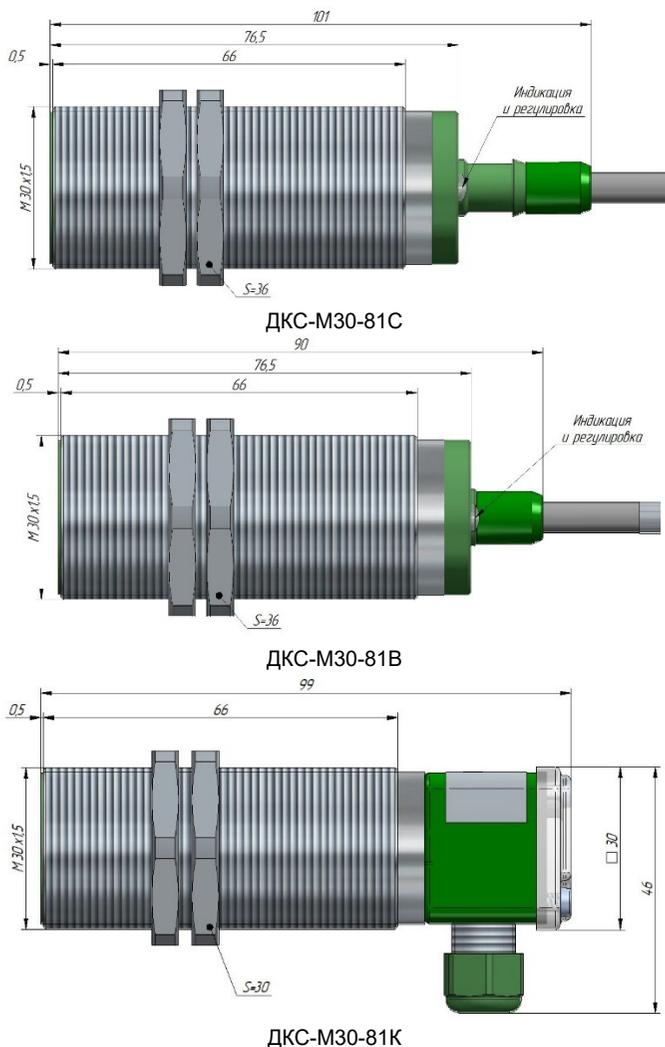

Рисунок 1 - Внешний вид и габаритные размеры датчиков
3.1 Датчик состоит из металлического корпуса, в котором размещена печатная плата с электронными компонентами. Внутренняя полость корпуса залита компаундом. У датчика с кабелем на крышке корпуса находится штуцер, через который выведен кабель, индикация и регулировки (Рис. 1). У датчика с клеммником индикация и регулировка расположены под крышкой клеммной коробки.